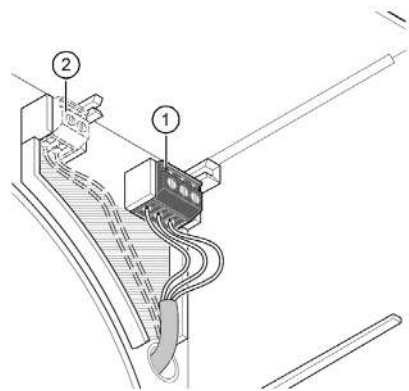

Abb. 6: Netz- und ggf. Steuerkabel überprüfen
- ▶ Überprüfen Sie die 3-polige Anschlussklemmenbelegung (Pos. 1 in Abb. 6) des Netzkabels gemäß den Schaltbildern für die Lüftereinsätze VARIO II, siehe Abschnitt 9 auf Seite 17.
- ▶ Überprüfen Sie bei Gerätetypen mit Steuereingang die 2-polige Anschlussklemmenbelegung (Pos. 2 in Abb. 6) des Steuerkabels gemäß den Schaltbildern für die Lüftereinsätze VARIO II, siehe Abschnitt 9 auf Seite 17.
- ▶ Überprüfen Sie, dass die Kabel nur im schraffierten Bereich (siehe Abb. 6) verlegt sind. Andernfalls besteht die Gefahr, dass die Kabel beim Einsetzen des Lüftermotors gequetscht werden.